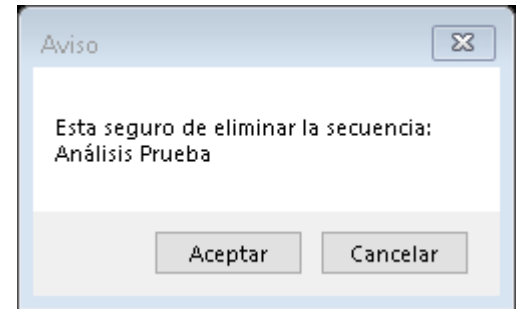

Figura 30. Eliminar análisis.
3. Confirme la eliminación (Figura 30)